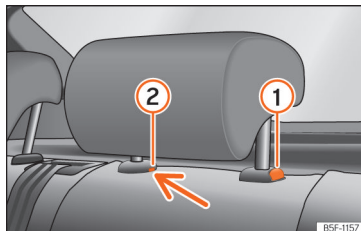

Fig. 110 Encosto de cabeça traseiro: desmontagem.
- Pressione o botão »» Fig. 110 ①, pressionando ao mesmo tempo através do orifício da trava de segurança ② com uma chave de fendas plana com um máximo de 5 mm de largura e retire o encosto de cabeça.